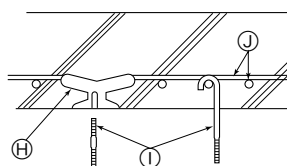

Fig. 2-5
#### ② Voor gewapend beton constructies (Fig. 2-5)